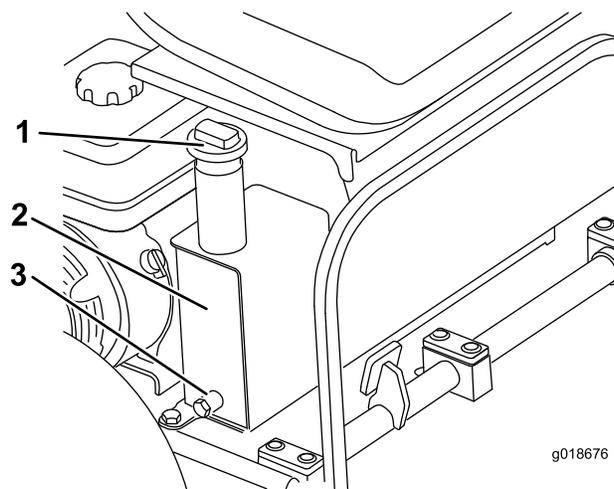

Figura 19
3. Retire el tapón de la parte superior del depósito de aceite (Figura 19).
1. Coloque un recipiente debajo del tapón de vaciado del depósito de aceite (Figura 19).
2. Retire el tapón del lado del depósito (Figura 19).
6. Retire el tapón del depósito de aceite (Figura 19).